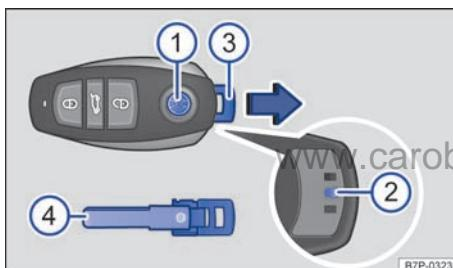
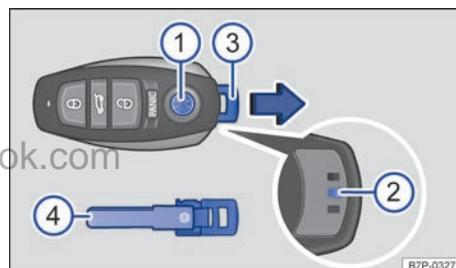

图 25 从汽车钥匙中松开并取出应急钥匙
图 26 从带报警按钮的汽车钥匙中松开并取出应急钥匙
在汽车钥匙中有一把用于手动锁止和解锁的应急钥匙 → 图 25 ④ 或 → 图 26 ④。
- ① 用于松开应急钥匙的按钮。
- ② 汽车钥匙中的锁止凸缘。
- ③ 汽车钥匙中的应急钥匙带有挂环，可用于例如固定在钥匙串上。
- ④ 已取出的应急钥匙。
- 用一只手按下并按住按钮 → 图 25 ① 或 → 图 26 ①。
- 用另一只手按压锁止凸缘 ②（在应急钥匙 ④ 下），同时沿箭头方向拉出应急钥匙。
- 将应急钥匙 → 图 25 ④ 或 → 图 26 ④ 插入汽车钥匙的开口内。